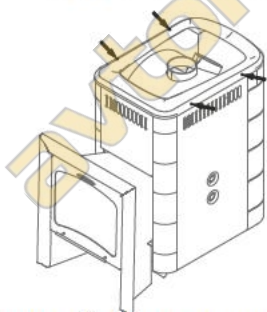

Рисунок 7. Винты для демонтажа рамки конвектора печи «Гейзер 2014»
1. Снять рамку конвектора, открутив 4 самореза (рисунок 7)